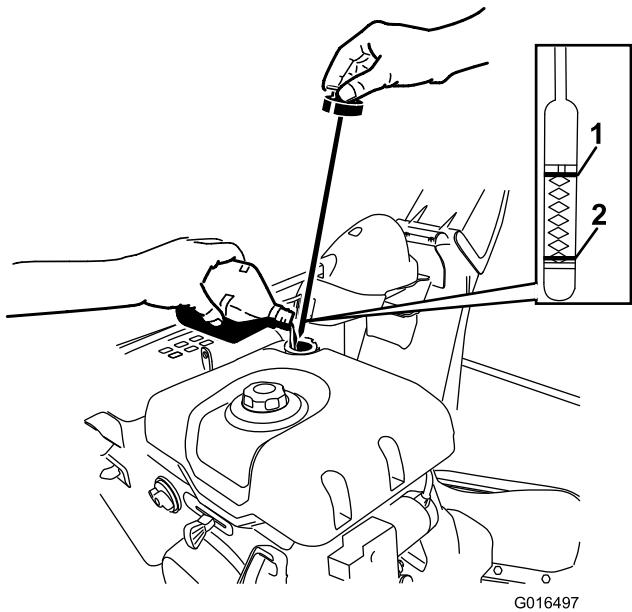

Figura 40
2. Rimuovete l'asta e controllate il livello dell'olio (Figura 40). Se l'olio non raggiunge la tacca Add, occorre rabboccare. Vedere Cambio dell'olio motore (pagina 23).